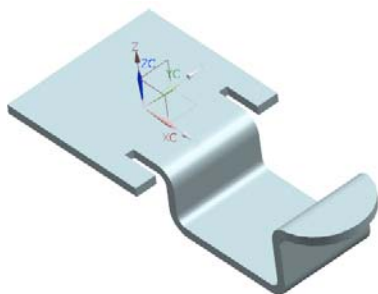

图 3-56 二次折弯
- (4) 在“二次折弯”对话框中单击按钮，创建如图 3-56 所示的二次折弯。